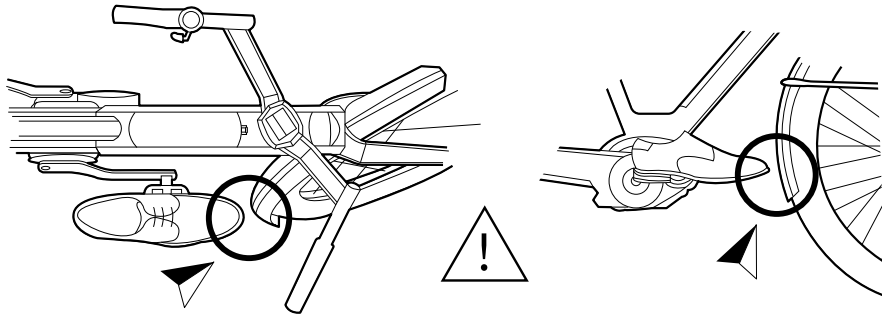

Figure 2. Risque de contact entre le pied et la roue avant
- Sur certains vélos, surtout ceux de petites tailles, l'empattement est court et la roue avant est proche des pédales. Il existe un risque de toucher la roue ou le garde-boue avant avec votre pied lorsque vous tournez, surtout à faible vitesse (Figure 2). Ne pédalez donc pas lorsque vous tournez le guidon à faible vitesse. Ce risque dépend de la taille de votre pied, de la taille des manivelles, des pédales ou encore du pneu. Toute modification de ces composants peut modifier cette distance et engendrer un contact et une chute, il est donc préférable de demander conseil à votre revendeur si vous souhaitez remplacer un de ces composants.